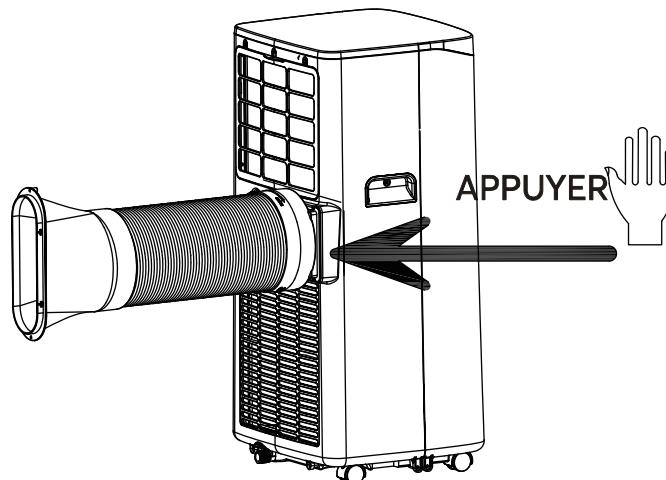

Fig. 1
1.1 Installation du caloduc (voir Fig.1)
- 2) Introduisez le groupe du caloduc (l'extrémité du joint d'évacuation) dans la fente de l'évent du panneau arrière (poussez vers la gauche) et terminez le montage (voir figure 1).